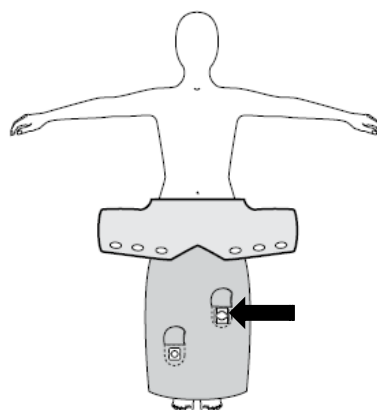

図 6
- (4) 3M™ ベアーハガー™ + ガウンブランケットの 3M™ ベアーハガー™ ペーシエントウォーミング モデル 5050、モデル 675 モデル 750 およびモデル 775 専用ホース挿入口にエアーホースを接続し、加温を開始する (図 6)。